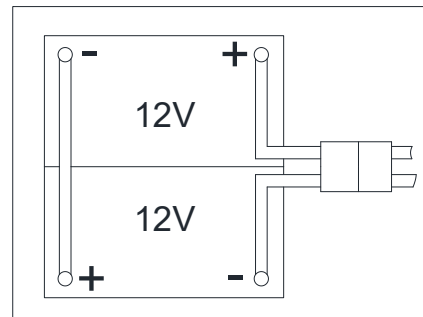

Figure 3
La machine nécessite deux batteries de 12 V, connectées selon le schéma (Figure. 3).
4. Ouvrir le couvercle du réservoir de récupération (1) et vérifier si le réservoir de récupération (25) est vide; sinon, le vider par le tuyau de vidange (22).
5. Fermer le couvercle du réservoir de récupération (1).
6. Renverser le réservoir de récupération (25) avec précaution.
8. Acheminer et installer le câble de la batterie comme indiqué dans (Figure 3), puis serrer soigneusement l'écrou sur chaque borne de la batterie.
9. Placer le capot de protection sur chaque borne, puis connecter le connecteur de la batterie (38).
10. Abaisser avec précaution le réservoir de récupération (25).